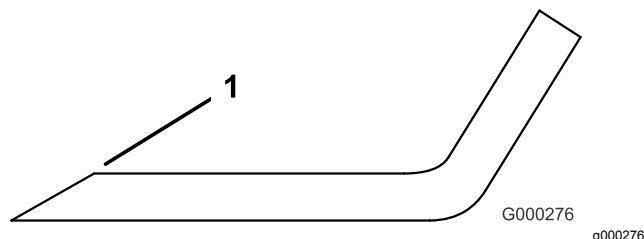

Figura 90
3. Inspeccione los filos de corte de todas las cuchillas, y afílelos si están romos o tienen mellas (Figura 90).
Nota: Afile únicamente la parte superior del filo y mantenga el ángulo de corte original para asegurar un filo correcto (Figura 90). La cuchilla permanece equilibrada si se retira la misma cantidad de material de ambos filos de corte.